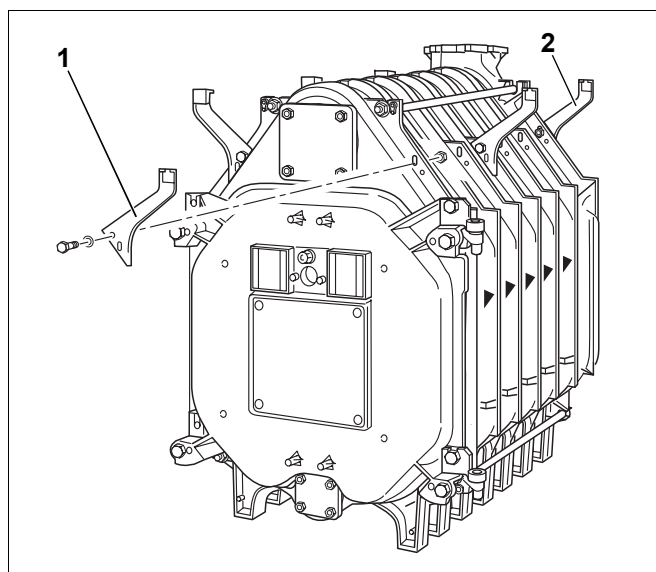

Fig. 36 Applicazione dei supporti
- Avvitare i supporti dell'elemento posteriore (fig. 36, [2]) alle alette procedendo dal lato posteriore.
- Avvitare i supporti dell'elemento anteriore e dell'elemento intermedio (fig. 36, [1]) solo dal lato anteriore.